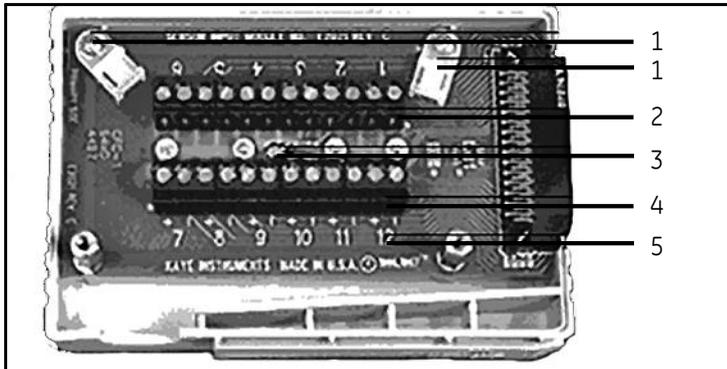

图 6: SIM 盒接线图
1. 将 SIM 盒上的两个螺丝松开, 然后打开 SIM 盒. 下图 6 所示为 SIM 内部.